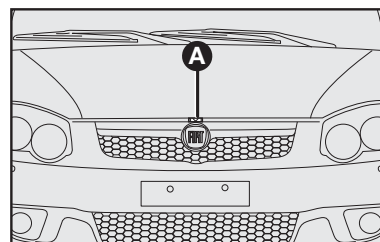

fig. 113
- 2) Mover a trava localizada sob o capô para cima **A**—fig. 113.